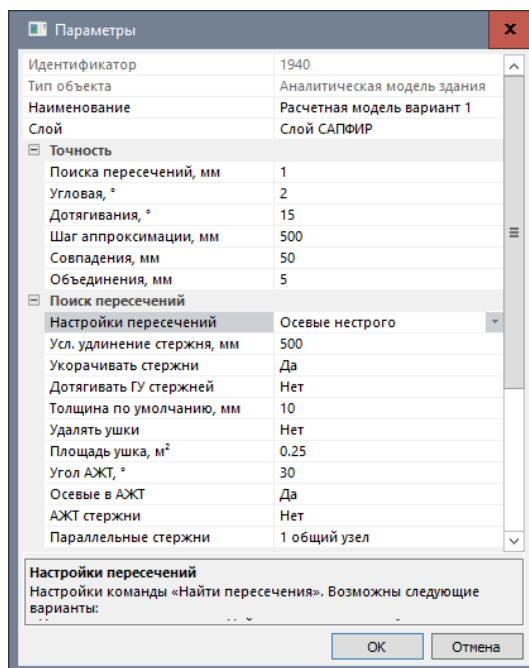

Рис.14.31. Диалоговое окно **Свойства расчетной модели**
- Вызовите диалоговое окно **Параметры** (рис.14.31) щелчком по кнопке  - **Свойства расчетной модели**